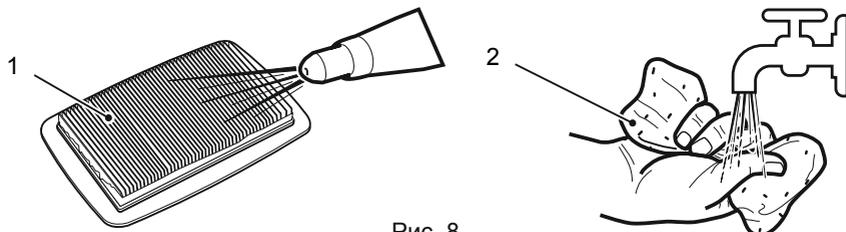

Рис. 8
- Выполните продувку бумажного фильтра, чтобы удалить пыль и отходы (рис. 8) (1).
- Промойте губчатый фильтр водой (рис. 8) (2).